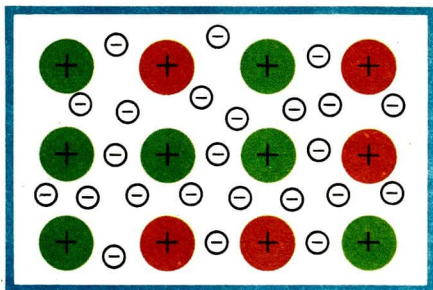

Abb. 33 Modell der Anordnung der Metall-Ionen und Elektronen in einer Legierung
**Mischbarkeit von Metallschmelzen.** Bringt man die Schmelzen von zwei oder mehreren Metallen zusammen, so vermischen sie sich. Das Gemisch bleibt auch erhalten, wenn solche Schmelzen bei Abkühlung kristallisiert erstarren. Es ist eine **Legierung** entstanden. Sie enthält räumlich geordnete Metall-Ionen verschiedener Art, die mit beweglichen Elektronen in Wechselwirkung stehen (Abb. 33).